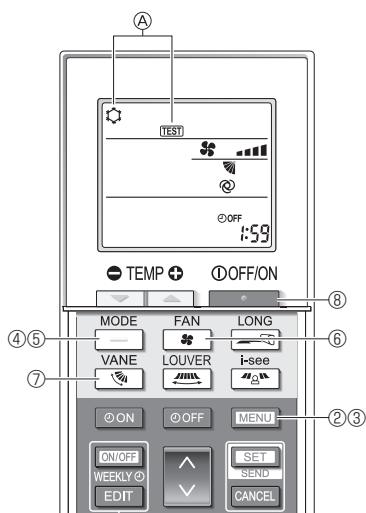

Fig. 8-5
- Πατήστε το κουμπί [MENU] για 5 δευτερόλεπτα. (Fig. 8-5) (Εκτελείτε αυτόν το χειρισμό όταν η οθόνη του τηλεχειριστηρίου είναι απενεργοποιημένη).
- Πατήστε το κουμπί [MENU]. Εμφανίζεται η ένδειξη ④ [TEST] (Δοκιμαστική λειτουργία) και η τρέχουσα κατάσταση λειτουργίας. (Fig. 8-5)